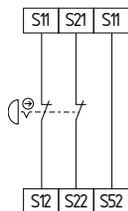

Fig. 9
**Circuito per arresto di emergenza a due canali con dispositivi di comando secondo DIN EN ISO 13850 (EN 418) e EN 60947-5-5 (vedere Fig. 9)**